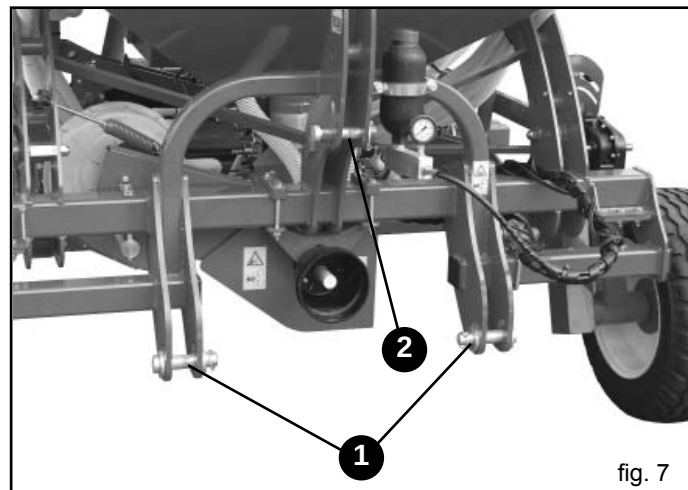

fig. 7
- 1) Accrocher les barres de l'élèveur aux pivots prévus à cet effet (1, Fig. 7). Bloquer par les goupilles à encliquetage.
- 2) Relier le troisième point supérieur (2, Fig. 7); bloquer la cheville par la goupille "ad hoc". Positionner le semoir perpendiculairement au sol (Fig. 8) par l'entretoise de réglage (3, Fig. 8).